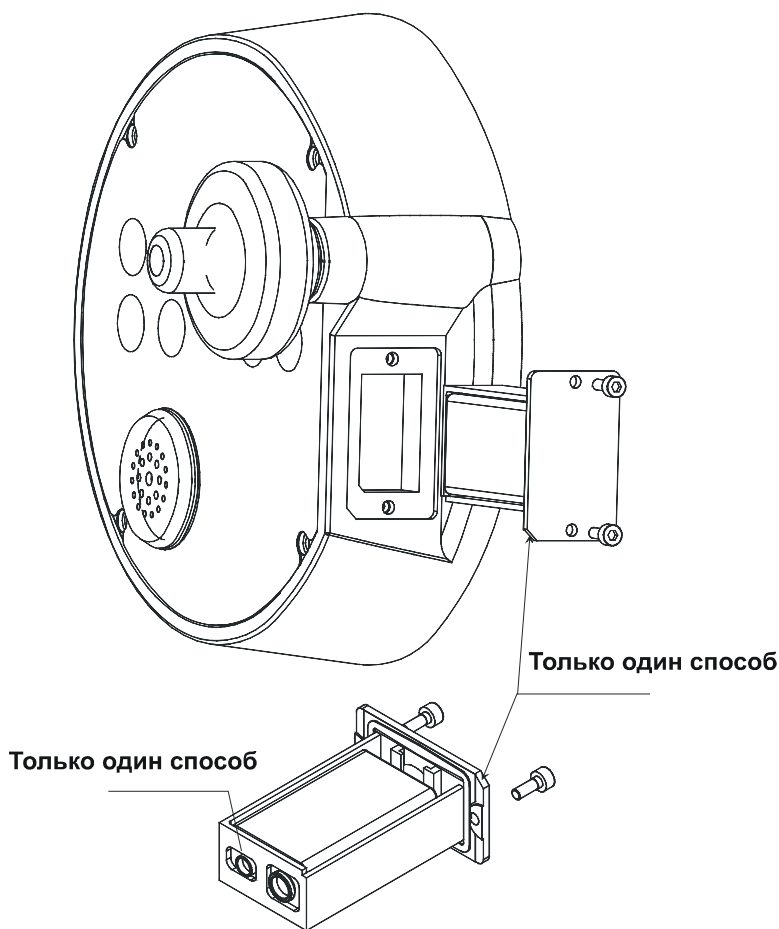
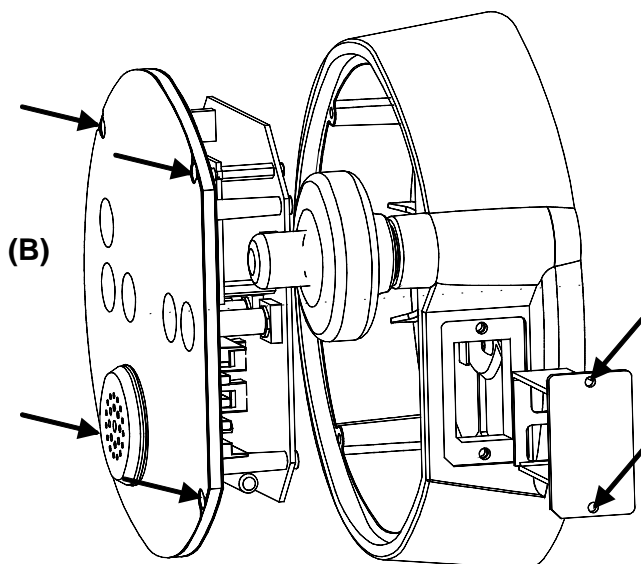

Рисунок 10-4
Рисунок 10-11
- Открутите 2 винта на пенале батареи, используя 2,5 мм шестигранный ключ Allen, который находится в переносной сумке. См. Рисунок 10-4.
- Замените батарею (только один способ). См Рисунок 10-4.
- Установите новый блок дисплея в электронный блок; закрепите 4 винта (В), см. Рисунок 10-11.
- Закрепите пенал батареи 2 винтами (А), см. Рисунок 10-11. См. Рисунок 10-4.